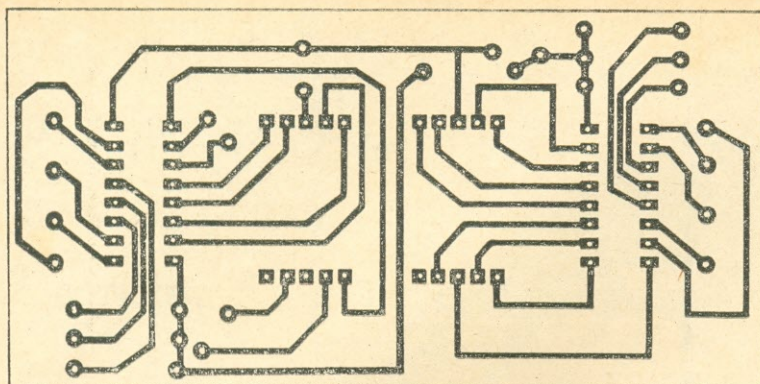

FIG. 2 — Desenho do circuito impresso para a montagem dos mostradores com entradas BCD.
A montagem do módulo IV continua seguindo as normas por nós adotadas para a construção do nosso LAB, ou seja, será realizada em uma placa de circuito impresso medindo 5 X 10 cm. Nas Figs. 2 e 3 apresentamos os detalhes para confecção da placa, e na Foto 1 podemos vê-la terminada.
- Plaqueta de circuito impresso (veja Fig. 2), dois soquetes para C.I. de dezesseis pinos em linha dupla, oito terminais obtidos de soquetes de válvulas, fio, solda, etc.